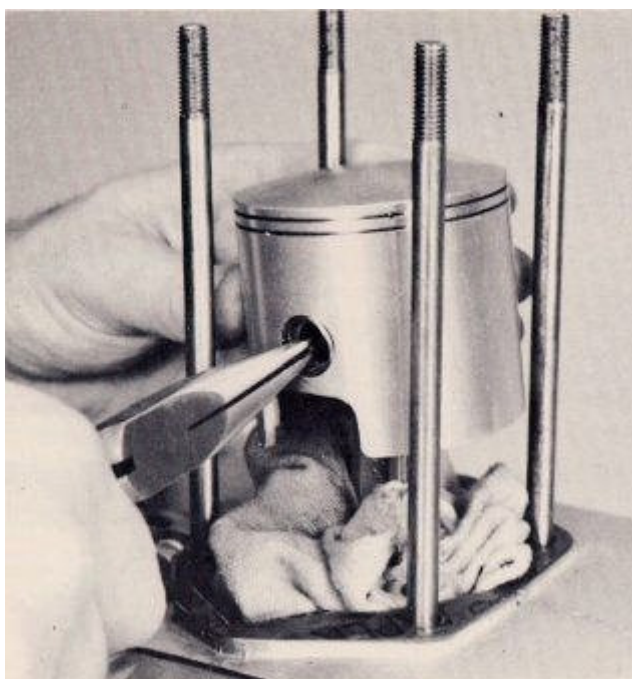

FIG. 112
12. Con un par de pinzas de punta fina o pato proyecto de ley, instalar ambos clips pasador del pistón (Fig. 112). Si usted puede girar cualquiera de estos clips en sus ranuras, después de la instalación, quite y deseche e instalar otros nuevos.